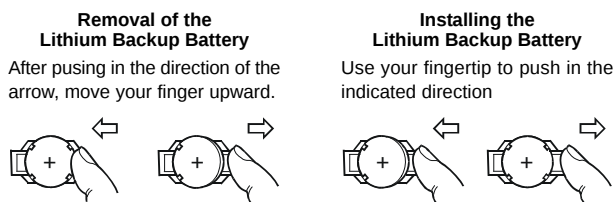

FIGURE 4
8. Hinweisen in Abbildung 4 folgen, die alte Batterie entfernen und durch eine neue eines identischen Typs ersetzen.